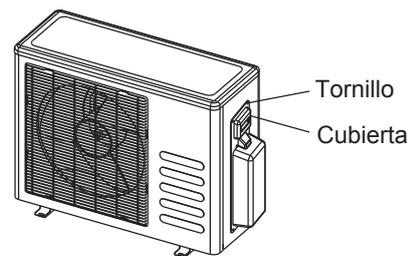

Fig.61
1. Quite la cubierta del tablero de control eléctrico de la condensadora aflojando el tornillo como se muestra en Fig.61